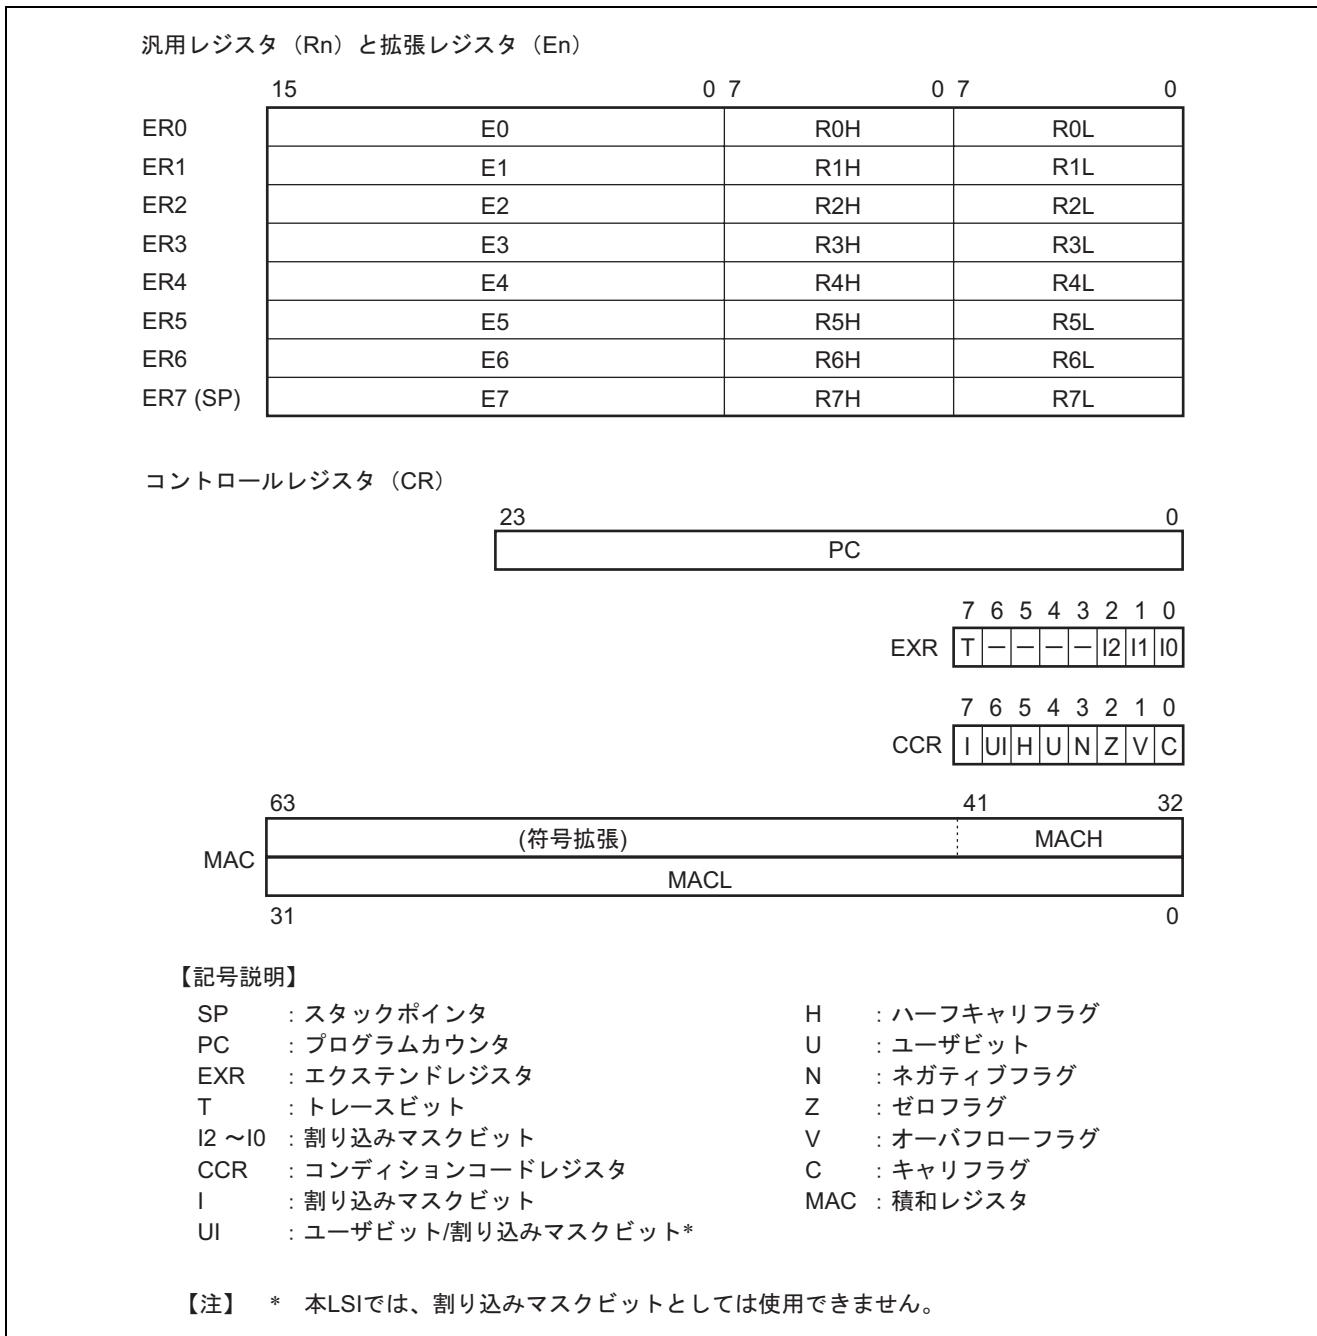

図 2.6 CPU 内部レジスタ構成
H8S/2600 CPU の内部レジスタの構成を図 2.6 に示します。これらのレジスタは、汎用レジスタとコントロールレジスタの 2 つに分類することができます。コントロールレジスタには、24 ビットのプログラムカウンタ (PC) 、8 ビットのエクステンドレジスタ (EXR) 、8 ビットのコンディションコードレジスタ (CCR) および 64 ビット積和レジスタ (MAC) があります。